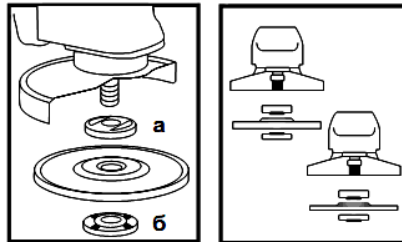

Рисунок 2
4.4 Встановіть на виріб шліфувальний або відрізний круг. Для цього натисніть на кнопку фіксації шпинделя (1) і поверніть шпиндель до такого положення, при якому він зафіксується. За допомогою вилочного ключа з комплекту виробу відверніть і зніміть затискну гайку (б) (дивіться рисунок 2). Встановіть шліфувальний диск на посадкове місце фланцевої шайби (а) (рисунок 2), наживіть рукою затискну гайку на шпиндель і затягніть її ключем із комплекту виробу.